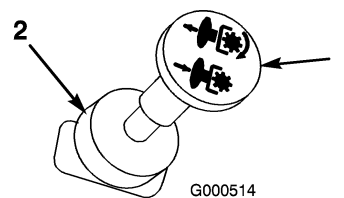

Figura 11
3. Tire del mando de la toma de fuerza (PTO) para engranarla (Figura 11).
Ponga la toma de fuerza en Desengranada (Figura 11).